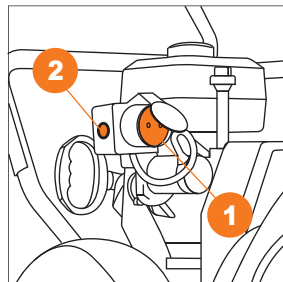

Рис. 37
- Подключите сетевой шнур удлинителя к розетке электрического стартера 1 (Рис. 37).